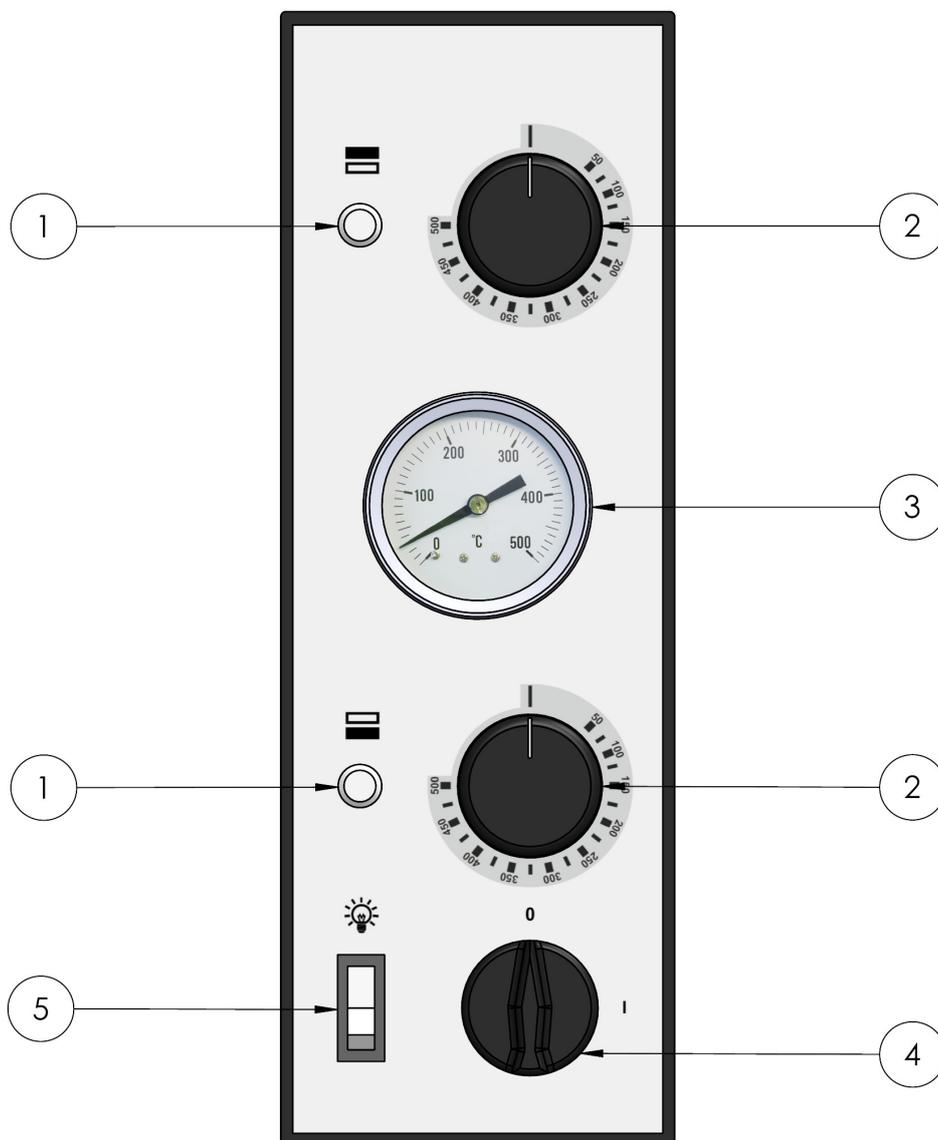

FIG.1 Panel de mandos
LEYENDA FIG.1
- 3) Ponga el interruptor de las resistencias (**FIG.1;2 - Ref.3**) en la **pos."I"**; **para el horno BASIC 2/40: pulse el interruptor general (FIG.3 - Ref.7)**
- 4) Active el funcionamiento de las resistencias poniendo los termostatos (**FIG.1;2;3 - Ref.2**), a la temperatura de **150°C** indicada en la rueda; se encenderán los pilotos luminosos correspondientes, que indican el funcionamiento de las resistencias usadas;
- 6) Desactive el funcionamiento de las resistencias poniendo los termostatos (**FIG.1;2;3 - Ref.2**) en la **pos."0"**; se apagarán los pilotos luminosos correspondientes;
- 8) Vuelva a cerrar la puerta y repita la operación descrita en el punto **4)** poniendo los termostatos (**FIG.1;2 - Ref.2**) a la temperatura de **400°C** indicada en la rueda;
- 10) Desactive el funcionamiento de las resistencias poniendo los termostatos (**FIG.1;2;3 - Ref.2**) en la pos. **"0"**; se apagarán los pilotos luminosos correspondientes;
- 2) Ponga el interruptor de las resistencias (**FIG.1;2 - Ref.3**) en la **pos."I"**;
- 3) Active el funcionamiento de las resistencias poniendo los termostatos (**FIG.1;2; - Ref.2**) a la temperatura deseada; se encenderán los pilotos luminosos correspondientes, que indican el funcionamiento de las resistencias usadas;
- 4) Una vez que el horno ha alcanzado la temperatura deseada (véase el punto **9)** de este apartado), visible en el termómetro (**FIG.1 Ref.4**), se puede introducir en el horno la pizza para su cocción;
- 6) Para iluminar el interior de la cámara de cocción pulse el interruptor de la lámpara del horno (**FIG.1-Ref.5**);
Apague el horno poniendo en la **pos. "0"** los interruptores que activan las resistencias (**FIG.1 - Ref.4**) y las ruedas que regulan los termostatos (**FIG.1 - Ref.2**).